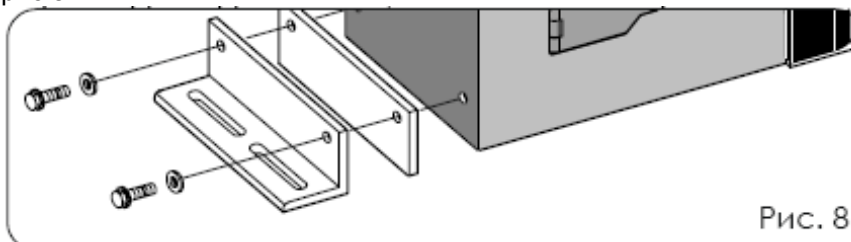

Рис. 8
1. Прикрепите крепежные уголки и antivибрационные прокладки к двигателю, как показано на рис.8.